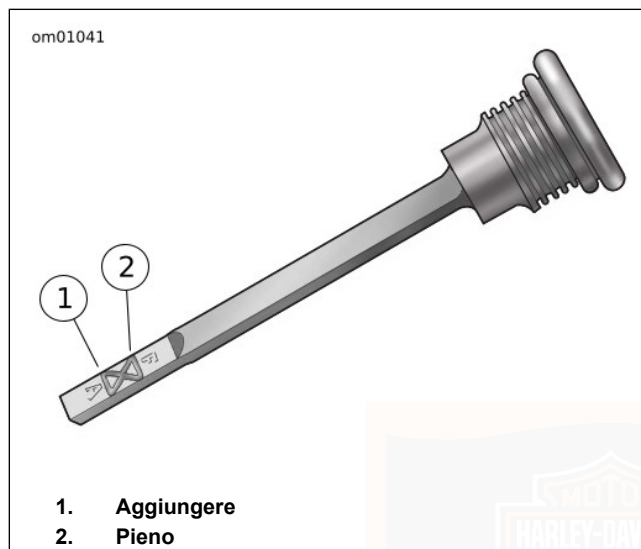

Figura 53. Tappo del rifornimento/astina di livello dell'olio del cambio
3. Vedere Figura 53. Togliere il tappo del rifornimento/l'astina di livello e controllare il livello dell'olio sull'astina. Se il livello dell'olio si trova o è al di sotto del contrassegno ADD (aggiungere) sull'astina di livello, aggiungere olio solo quanto basta per portare il livello nella zona compresa tra il contrassegno ADD (aggiungere) e il contrassegno FULL (pieno) dell'astina.